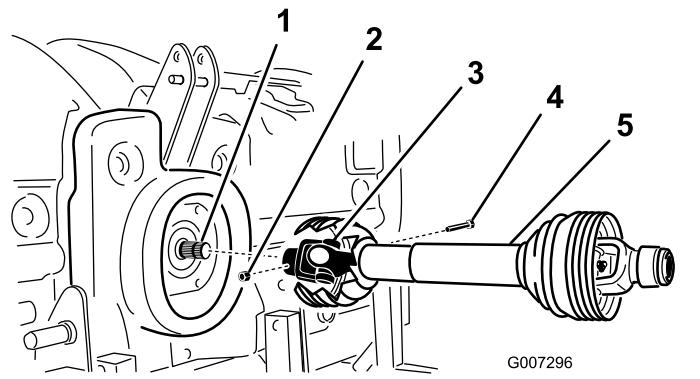

Bild 11
- 2. Befestigen Sie die Zapfwelle mit einer Schraube (1/2" x 3") und einer Mutter (A 1/2") an der Getriebeantriebswelle (Bild 11).